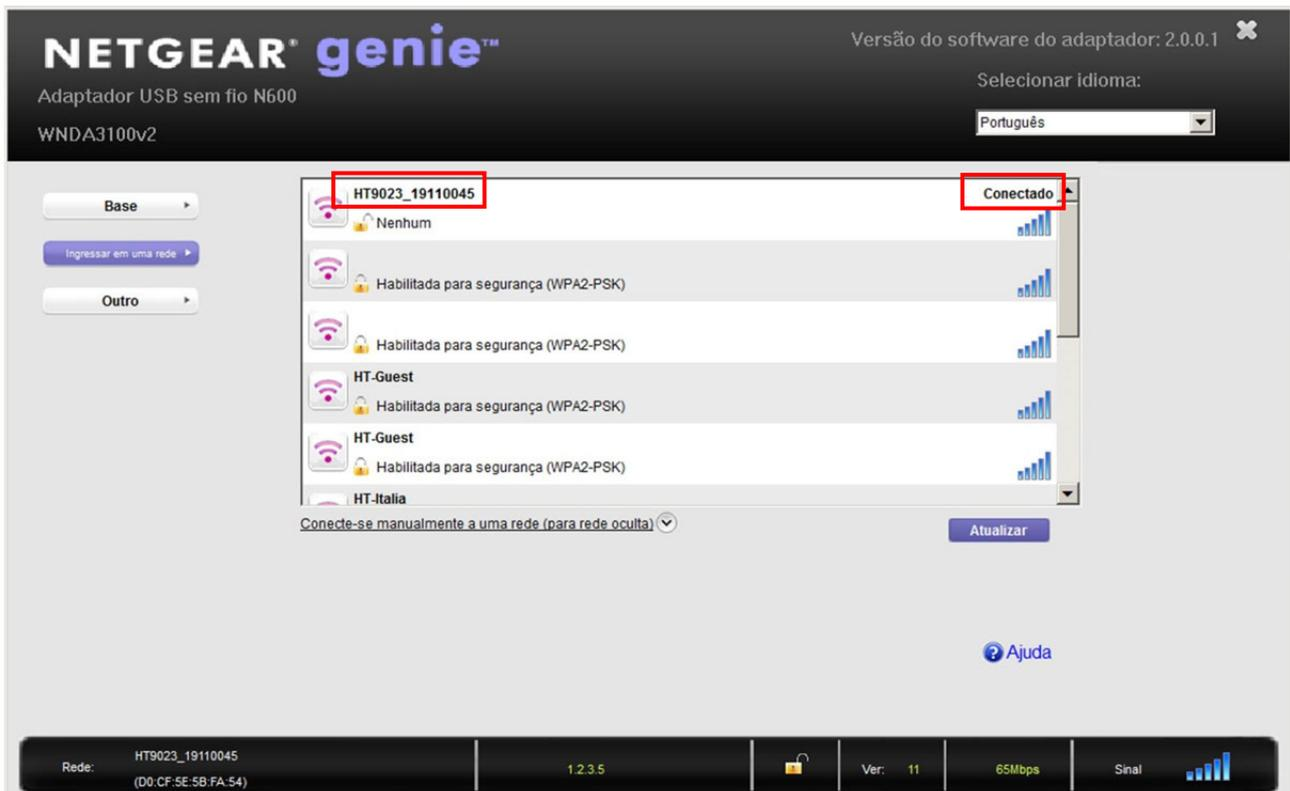

Fig. 15: Conexão WiFi do equipamento a um PC (exemplo)
5. Procure o equipamento “HT9023\_xxxxxxxx” no dispositivo WiFi presente no PC e conecte-o como mostra o **exemplo** a seguir Fig. 15